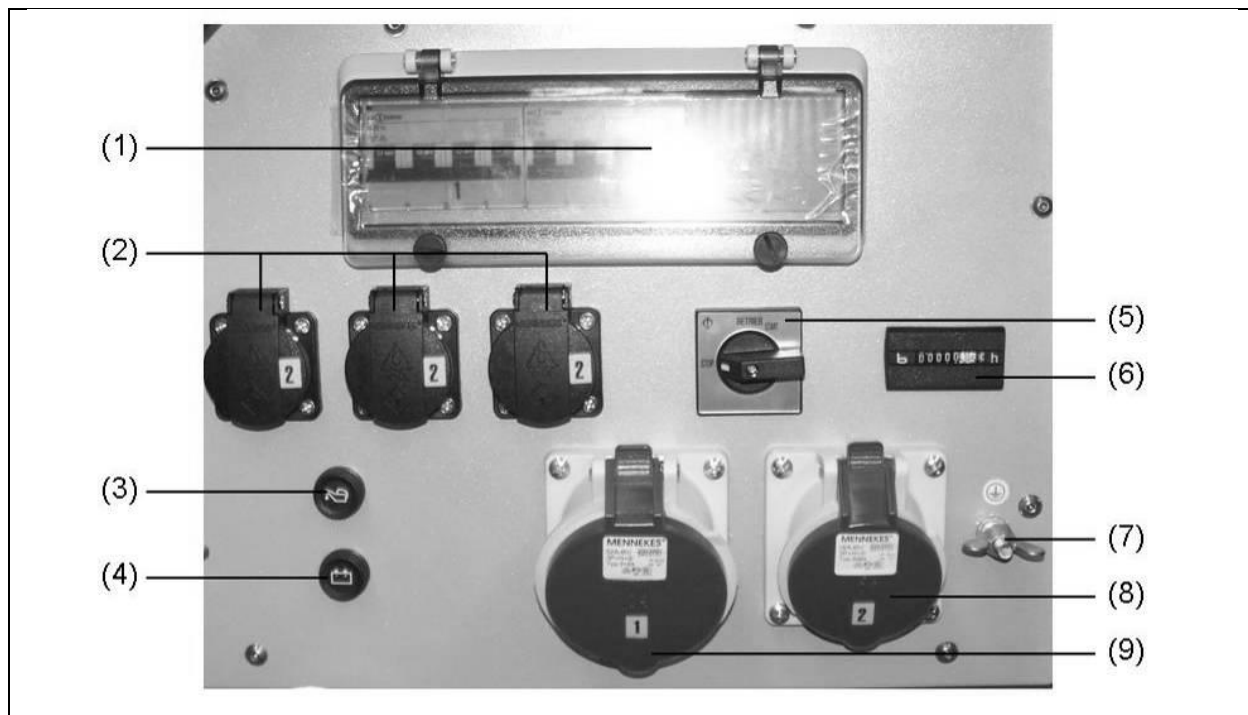

Abb. 3-3: Bestandteile des Bedienpanels
2. Ziehen Sie den START- STOP- Schalter (*siehe Abb. 3-3-(8)*) heraus und drehen Sie diesen ganz nach rechts bis der Motor startet.